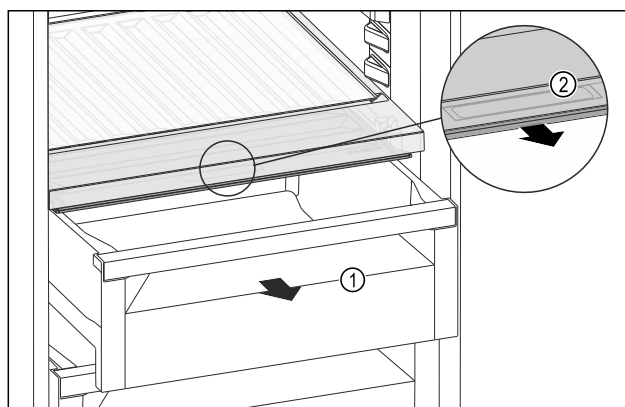

Fig. 160
- Estrarre il cassetto Fig. 160 (1).
- Afferrare la maniglia incassata Fig. 160 (2) sul coperchio dello scomparto e tirare allo stesso tempo in avanti il coperchio dello scomparto.